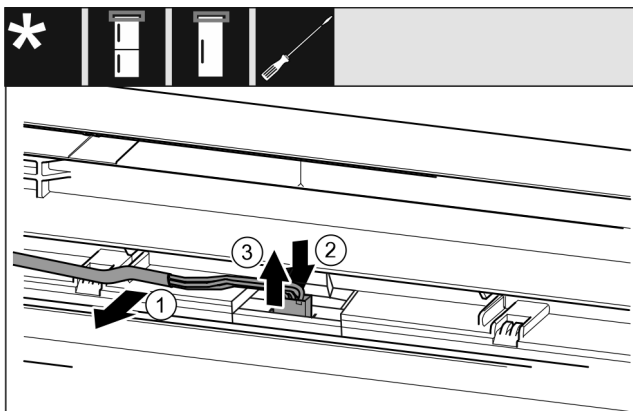

Fig. 24 Комбинация из холодильных и морозильных агрегатов / морозильные агрегаты / холодильные агрегаты\*
- ▶ Осторожно высвободите кабель Fig. 24 (1) из направляющей в двери.\*
- ▶ Вдавите назад накладку Fig. 24 (2) за штекером.\*
- ▶ Осторожно вытяните штекер Fig. 24 (3) вверх.\*